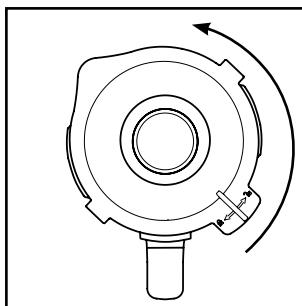
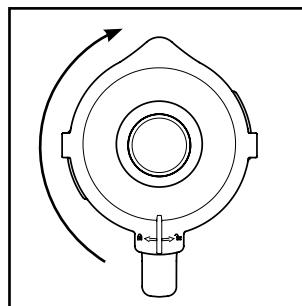

Fig. 1
Fig. 2
- 1) Détachez le bol mixeur **③** tout droit vers le haut du bloc moteur **⑥**.
- 2) Retirez le couvercle **②** en le tournant dans le sens anti-horaire en direction de la position  (voir fig. 1), jusqu'à pouvoir le retirer par le haut.
- 3) Remplissez le bol mixeur **③**.
- 4) Appuyez à nouveau fermement le couvercle **②** sur le bol mixeur **③** de manière décalée. Refermez le couvercle **②** en le tournant dans le sens horaire jusqu'à ce qu'il encrante audiblement en position  (voir fig. 2). Veillez à ce que le bec verseur du bol mixeur **③** soit fermé. Le moteur ne peut démarrer que si le couvercle **②** est posé de manière alignée.